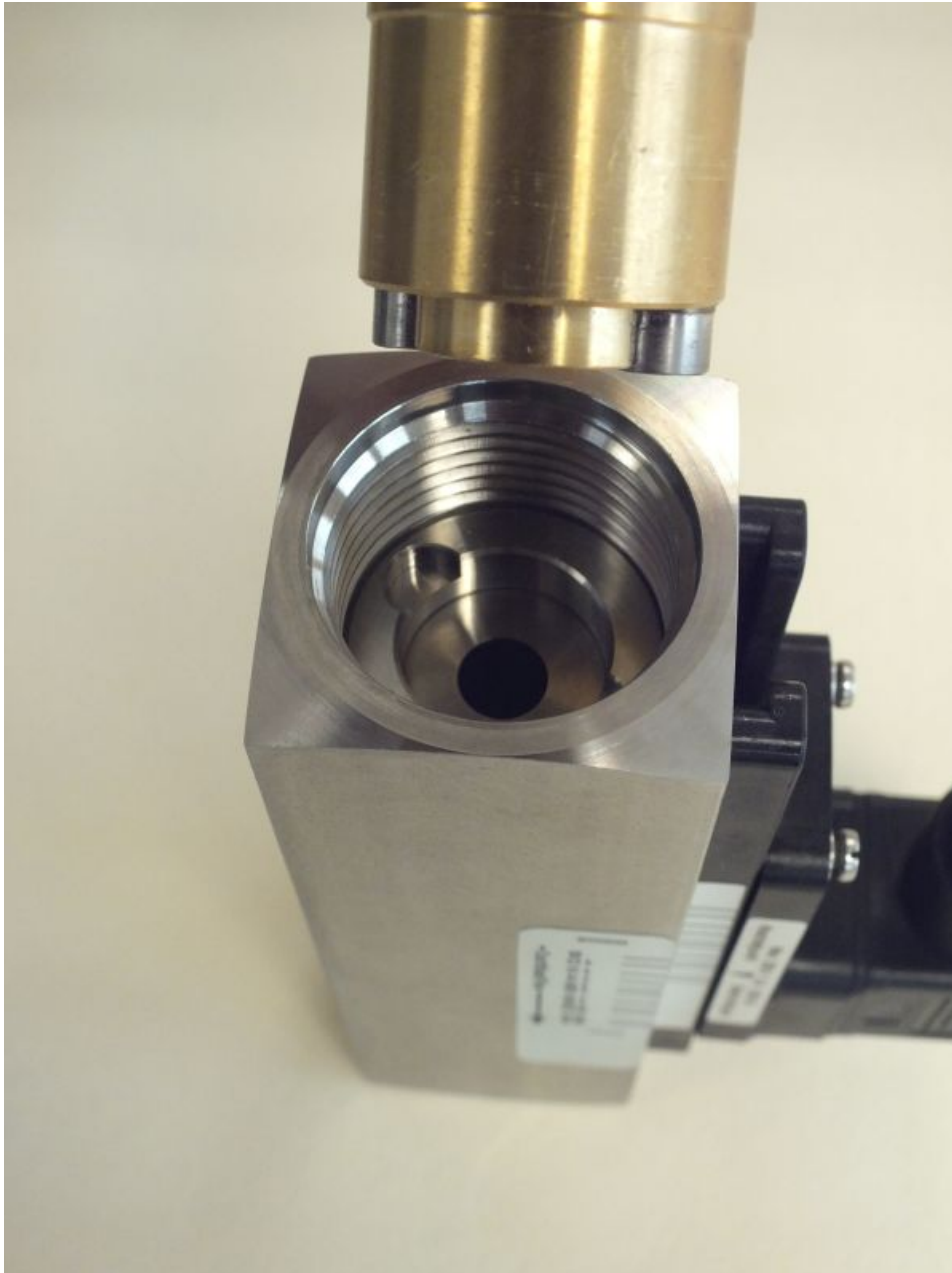

Abb. 42: Eindrehwerkzeug-Gewinding einführen (Ausgang)
- 3.** Das Eindrehwerkzeug-Gewinding in den Geräteausgang einführen (Abb. 42) und drehen bis es in die Mitnehmer-Nut des Gewindinges einrastet